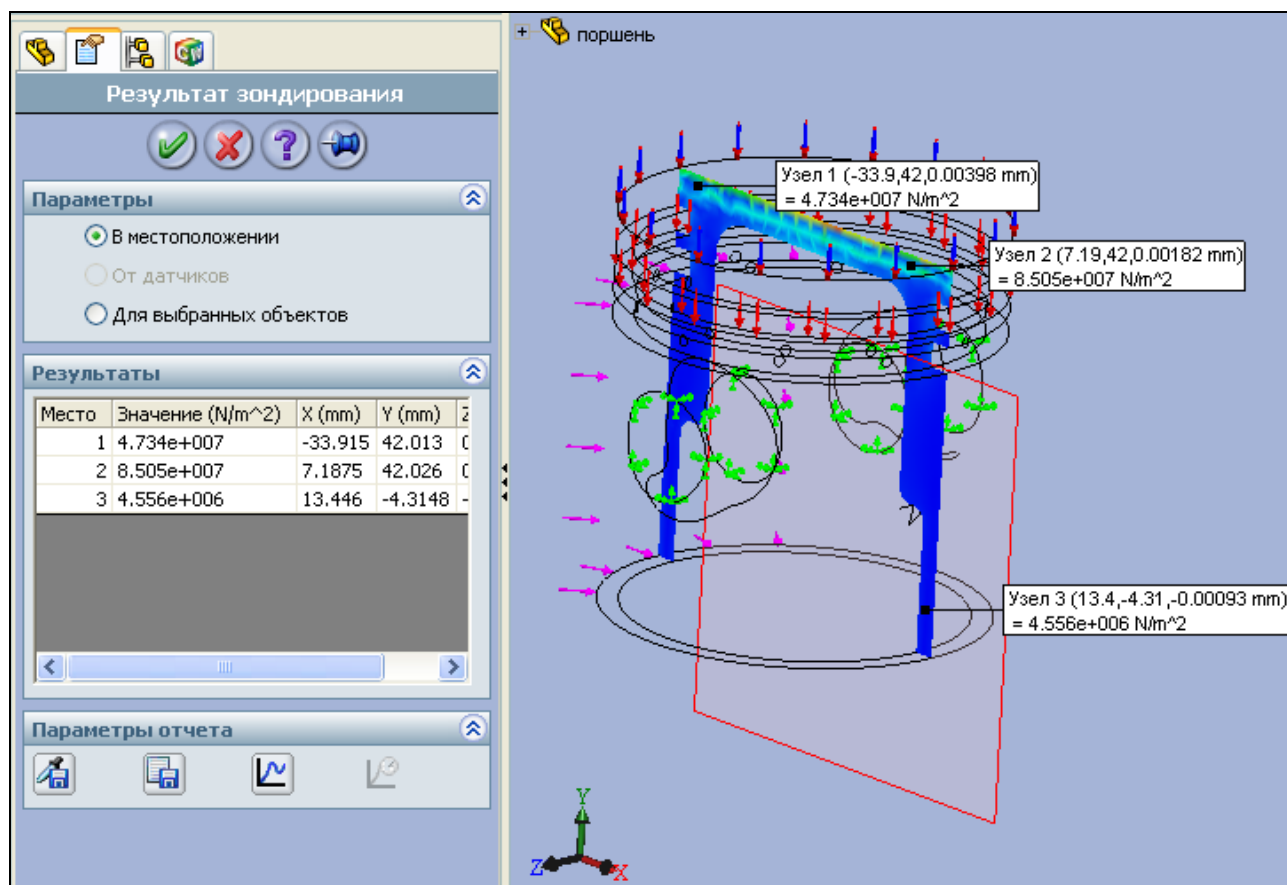

Рис. 3.19. Результат зондирования эпюры
14. Кроме цветового обозначения напряжений и деформаций необходимо бывает знать и численное значение этих величин в определенных точках модели. Для этого предназначена кнопка  — **Зондирование** в панели инструментов **COSMOSWorks – Инструменты результатов** или в главном меню **COSMOSWorks | Инструменты результатов | Зондирование**. После нажатия кнопки откроется диалоговое окно **Результат зондирования** (рис. 3.19), в котором